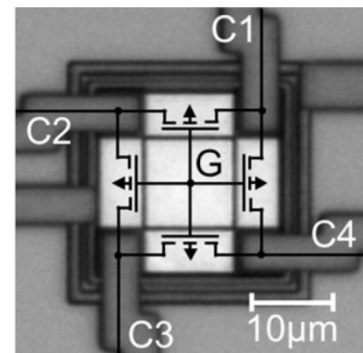

Abbildung 4: Mikroskopaufnahme der PMOS-Sensoren mit skizzierter Transistor-Verschaltung
Im vorliegenden StressSens-ASIC werden ausschließlich Sensoren für die Erfassung von (Differenzen von) Normalspannungen verwendet. Hierfür sind jeweils vier PMOS-FETs in einer Wheatstone-Brücke verschaltet (siehe Abbildung 4).
- Konfiguration: Wheatstone-Brücke (siehe Abbildung 4)